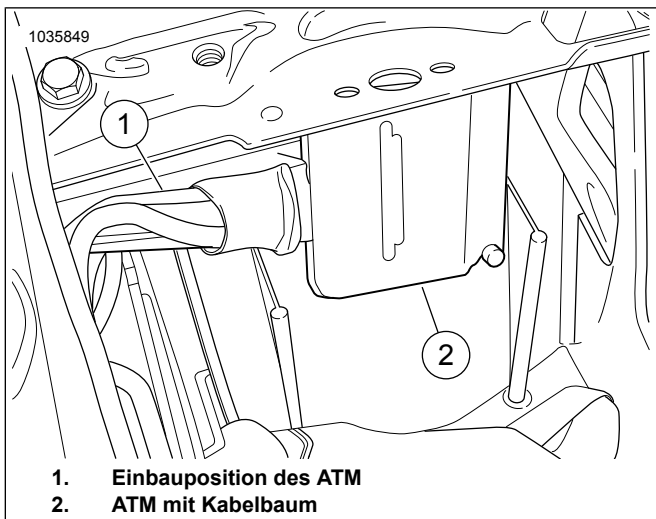

Abbildung 14. Einbauposition des ATM
13. Siehe Abbildung 14. Die Einbaufäche mit einem Alkoholwisch Tuch reinigen. Das Deckpapier von der Schutzfolie abziehen und das Dual Lock-Klebeband auf das ATM kleben. Das Deckpapier von der Schutzfolie des Dual Lock-Klebebands abziehen und das ATM (1) auf der Rückseite des Batteriefachs einbauen.